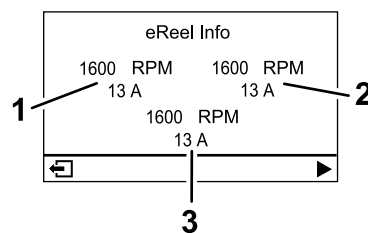

図 23
- **eリールモーター画面** 図 23 各カuttingユニットモーターの回転数と電流を表示します